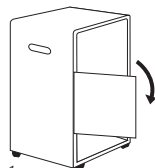

FIG. 1
2. Para abrir la puerta (protección cilindro), levante el pestillo hasta que el gancho salga del seguro y vuélvalo a la posición original. Fig. 1